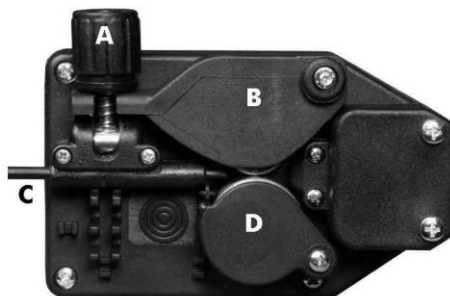

Figure 5
- Desserrer et abaisser le bouton en plastique (A) et relâcher le levier presse-fil (B) (Fig. 5). Extraire les résidus de fil éventuels de la gaine guide-fil.
- Relâcher le fil de la bobine et le tenir serré avec une paire de pinces de façon à ce qu'il ne puisse pas se dérouler. Si nécessaire, le redresser avant de l'introduire dans le guide d'entrée (C) du fil. Y introduire le fil en le faisant passer au-dessus du galet inférieur (D) et dans la gaine guide-fil.
- Abaisser le levier presse-fil (B) et retirer le bouton en plastique (A) dans sa position initiale. Serrer légèrement. Un serrage excessif bloque le fil et pourrait endommager le moteur. Un serrage insuffisant ne permettrait pas aux galets d'entraîner le fil.